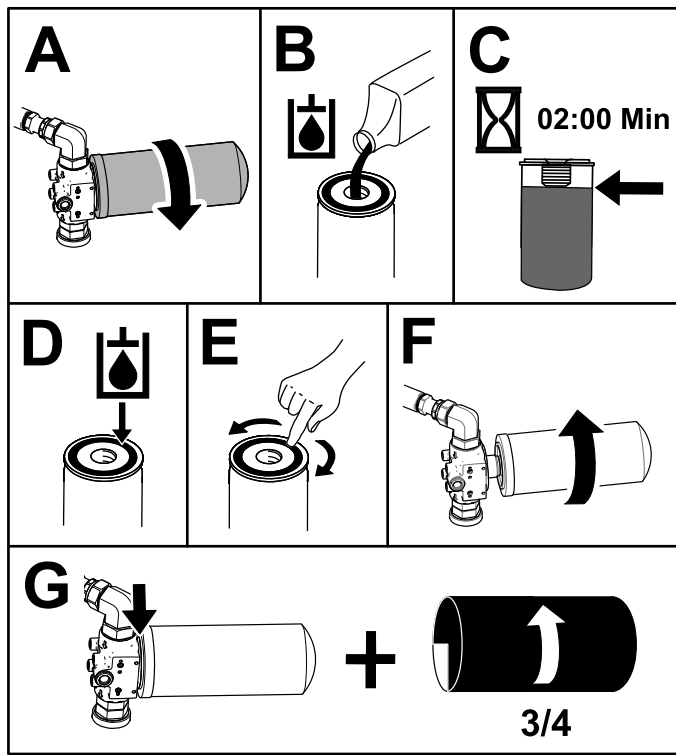

Figura 82
5. Coloque un recipiente debajo del filtro y cambie el filtro (Figura 82).